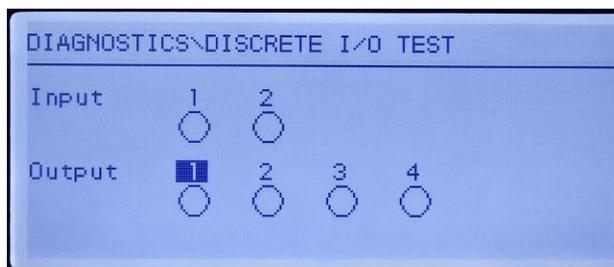

Abbildung 5-7: Bildschirm „Diskreter I/O-Test“
2. Drücken Sie auf EINGABE, um zum Diagnosebildschirm zu navigieren. Wenn der Testbildschirm angezeigt wird, erscheint der Eingangsstatus oben in der Anzeige und der Ausgangsstatus unten in der Anzeige (Abbildung 5-7). Der Fokus wird zuerst auf Ausgang Nr. 1 gezeigt.